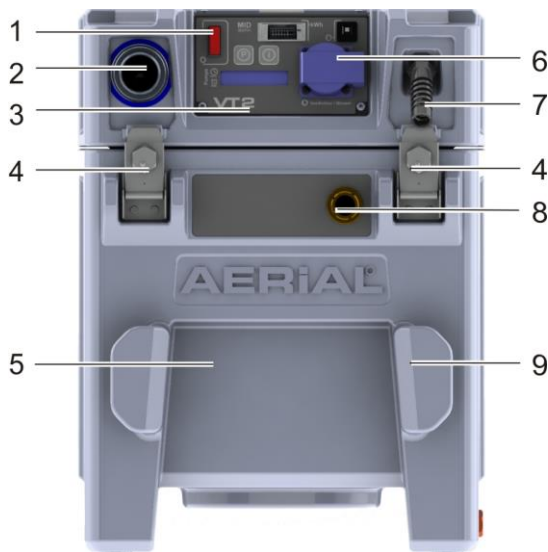

Abb. 1: Übersicht Serie AERIAL Wasserabscheider VT2
3. Stellen Sie sicher, dass der Luftschlauch am Anschluss für Verdichter (s. Seite 5, Abb. 1, Pos. 2) angeschlossen ist und am Verdichter am Luftansaugstutzen.
5. Schalten Sie den Wasserabscheider VT2 am „Ein“-Schalter (s. Seite 5, Abb. 1, Pos. 1) ein. Am Display erscheint folgende Anzeige: